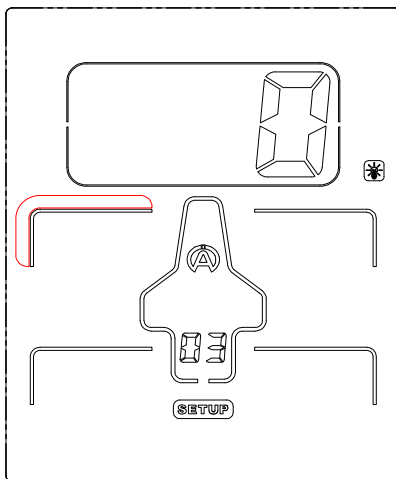

Ilustración 13
- 2) El neumático delantero izquierdo aparece parpadeando por defecto (*ilustración 13*)